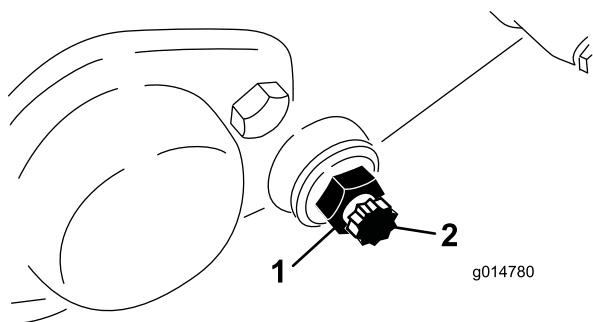

Figura 56
3. Allentate, da ciascun lato della macchina, il controdado che fissa il bullone della barra di appoggio (Figura 56).
4. Togliete i bulloni della controbarra perché quest'ultima possa essere tirata in giù e tolta dalla macchina. Conservate le due rondelle di nylon e le due rondelle in acciaio stampato da ciascun lato della barra di appoggio (Figura 56).